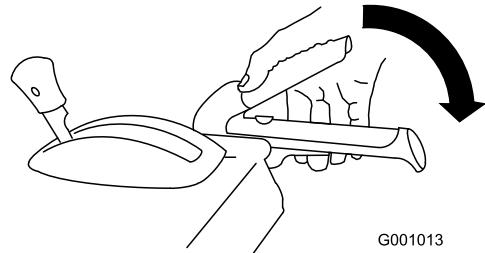

Figure 39
- Engagez le levier de la vis sans fin/turbine et maintenez-le en place (Figure 39).